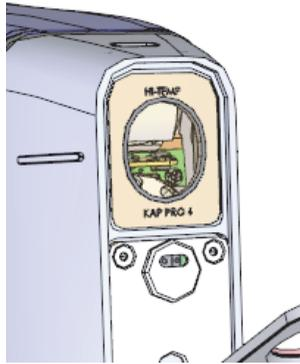

Figura 4-6 Nuova pellicola installata
2. Centrare la pellicola sull'apertura di analisi e posizionarla (vedere Figura 4-6 a pagina 95).